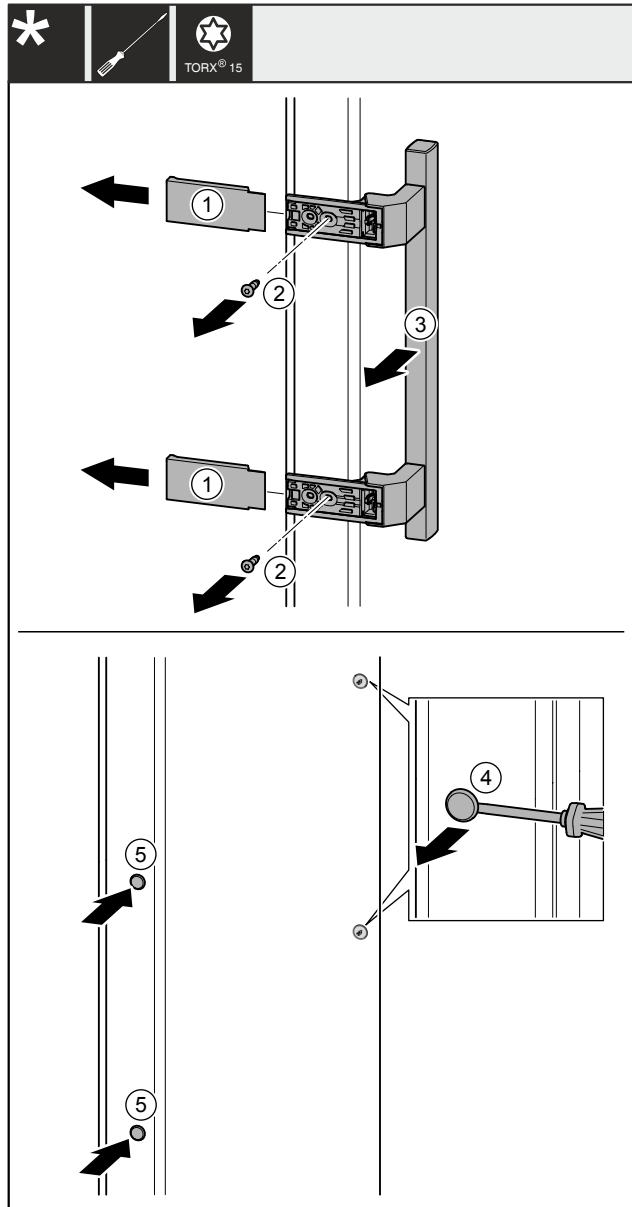

Fig. 40
- ▶ Træk afdækningerne Fig. 40 (1) af.
- ▶ Skru skruerne Fig. 40 (2) ud med en skruetrækker.
- ▶ Tag grebet Fig. 40 (3) af.
- ▶ Løft forsigtigt sideproppen Fig. 40 (4) af med en kærnskruetrækker, og træk den ud.
- ▶ Indsæt atter proppen Fig. 40 (5) på den anden side.